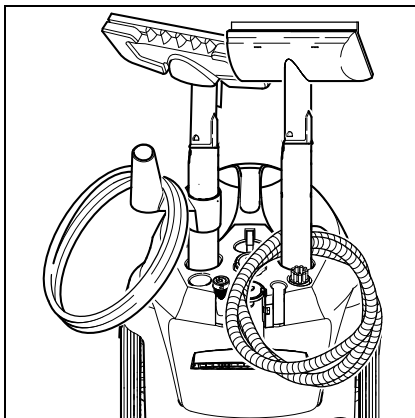

Fig. 3
- ➔ Sæt forlængerrøret på den store tilbehørsbeholder (se fig. 3)